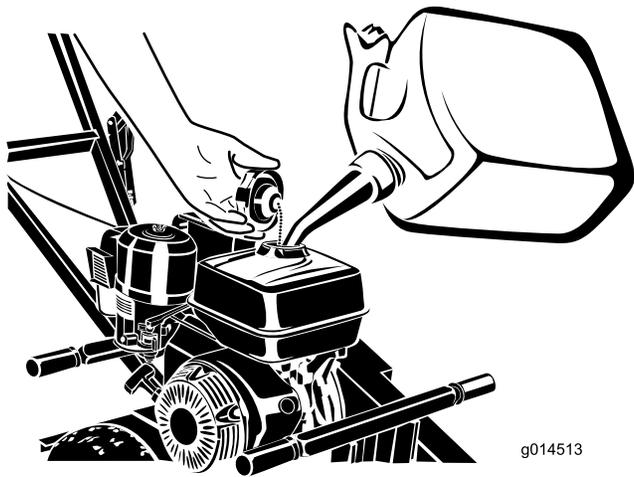

Figure 7
3. Nettoyez la surface autour du bouchon du réservoir et enlevez le bouchon (Figure 7).